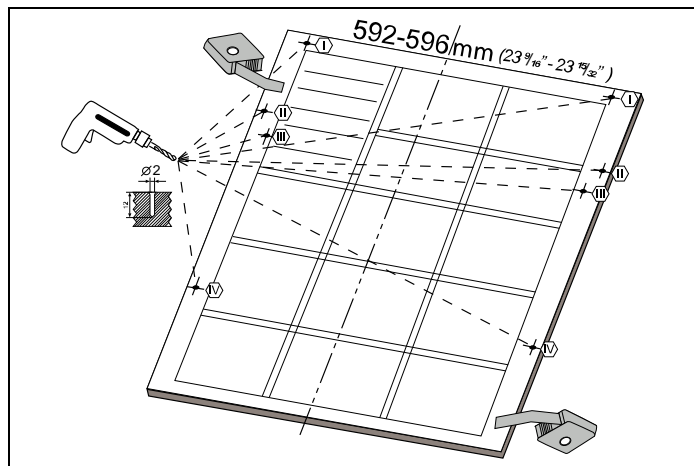

Fig. 24
Comme illustré dans la Fig. 24, vous devez mesurer la hauteur et la profondeur de l'armoire pour déterminer les dimensions de la porte extérieure.
- 2) Comme illustré dans la Fig. 24, le trou de vis est ouvert sur la porte extérieure à partir des points indiqués sur le gabarit de montage. Diamètre du foret : 5/64" (2 mm) Profondeur du foret : 15/32" (12 mm)